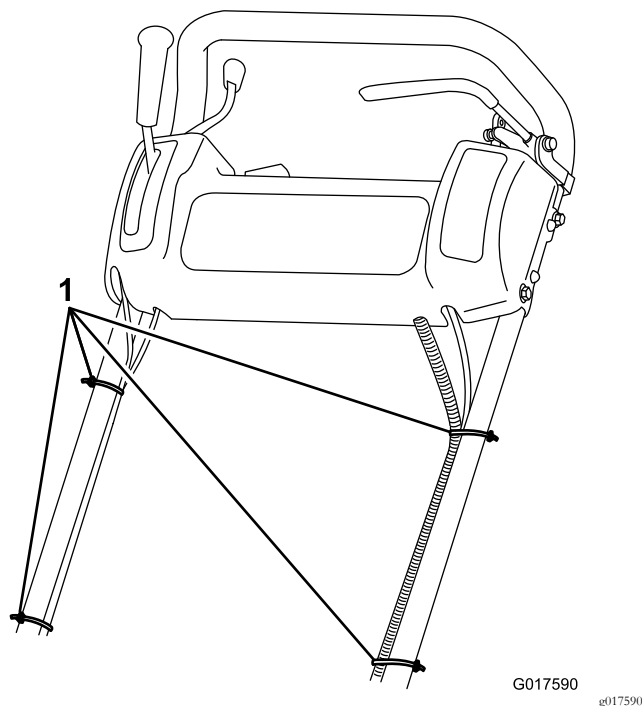

Bild 4
7. Befestigen Sie die Kabel und den Kabelbaum mit Kabelbinden am Holm (Bild 4).